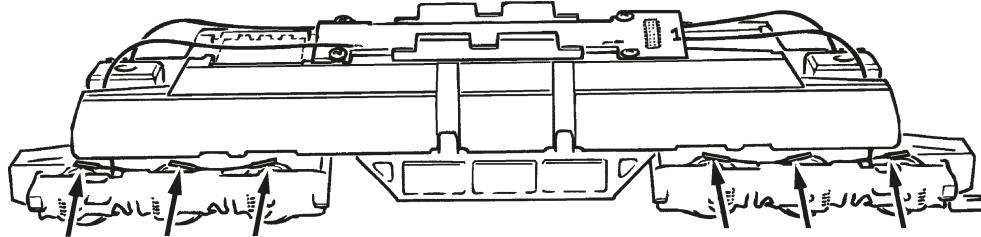

Fig. 5
**Aufrüstung:** Sie können für Ihren Fahrbetrieb unter verschiedenen Kupplungen wählen (Fig. 5). Wir empfehlen den Einsatz der ROCO-Kurzkupplung.
Im beigelegten Zurüstbeutel finden Sie auch kleine vorbildgetreue Steckteile für eine erweiterte Aufrüstung Ihres Modells (Fig. 5), die Sie bitte **vorsichtig montieren. Achtung!** Kleben nur mit ausdrücklichem Hinweis.
**Fittings:** Operation is possible with different couplings (fig. 5). We recommend using the ROCO close coupling. In the enclosed accessory bag you will find small kits to be fitted on your locomotive. Please **mount them cautiously**.
**Attention!** Use glue only if indicated (fig. 5).
**Les attelages:** En vue d'une exploitation pratique sur votre réseau vous pouvez choisir parmi plusieurs types d'attelages conformes aux différents systèmes d'attelage pratiqués en HO (voir fig. 5). Nous vous recommandons l'emploi de l'**attelage court ROCO**.
Le sachet joint comprend entre autres des petites pièces de finition conformes à la réalité et à **rapporter avec précaution** par le modéliste (fig. 5), si désiré. **Attention:** N'utilisez de la colle qu'aux endroits expressément indiqués aux dessins!